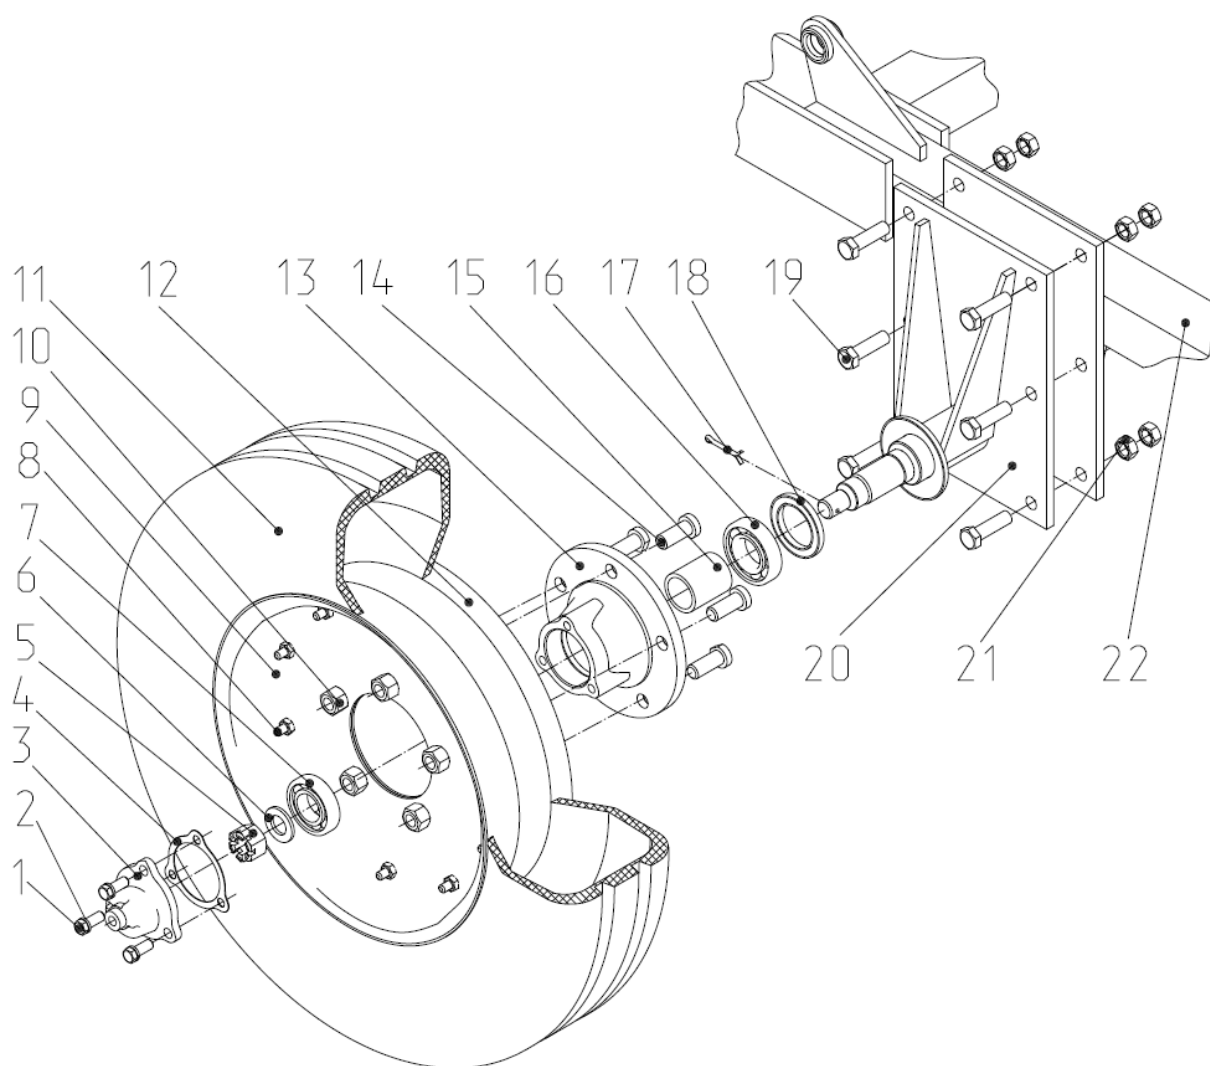

Рис.8 Колесо в сборе СГ12 03.010
2.1.5 Центральное колесо каждое (рис.8) состоит из кронштейна колеса с осью 20, ступицы 13, подшипников 7 и 16, втулки 15, манжеты 18, прорезной гайки 5, прокладки 4 и колпака 3. Ступица с подшипниками, манжетой и другими деталями смонтирована на оси кронштейна колеса.